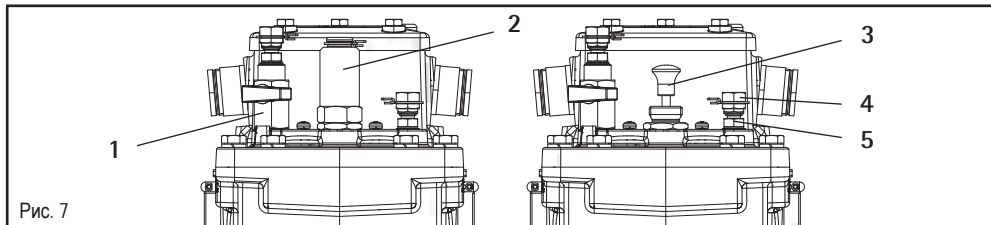

Рис. 7
С помощью рожкового гаечного ключа (размер 24) ослабить и отвинтить защитный колпачок (рис. 7/2). Повернуть влево до упора находящуюся под ней кнопку тестирования (рис. 7/3), в результате чего будет разблокирован мембранный затвор. Убедитесь в этом визуально, через смотровое окно.
- При помощи рожкового гаечного ключа (размер 24) ослабить и открутить гайку защитного колпачка (рис. 7/2).
- Находящуюся под ней кнопку тестирования (рис. 7/3) нажать вниз до упора и удерживать в нажатом состоянии. Оба поплавка должны опуститься. В результате срабатывания герконов на выходе клеммной коробки должны появиться соответствующие сигналы. Так же убедитесь в исправности каналов передачи сигналов реле!
Порядок действий такой же, как в п. 6.2. Кроме того, для разблокирования мембранного затвора после тестирования, повернуть кнопку тестирования (рис. 7/3) до упора влево. Проверьте визуально, через смотровое окно защитного реле.
1. Газы, которые, возможно, находятся внутри реле Бухгольца, выпустить через газоотборный клапан (рис. 7/1).
2. Свинтить колпачок со штуцера для проведения проверки работы пневмосистемы (рис. 7/4).
3. Соединить поставленный насос посредством адаптера M10x1 со штуцером для проведения проверки работы пневмосистемы (рис. 7/4).
5. После проверки функциональности установить поплавков снова в исходное положение, выпуская закачанный воздух через газоотборный клапан (рис. 7/1). Проверить это при помощи смотровых окошек.
Для этого потребуются газовый баллон с азотом (N2) или сжатый воздух, чтобы „толчкообразно“ подать в реле Бухгольца азот под давлением мин. 6,5 бар через штуцер для проведения проверки работы пневмосистемы (рис. 7/4) (открытие и закрытие клапана газового баллона на короткое время).
3. Соединить баллон для азота или сжатого воздуха посредством адаптера M10x1 со штуцером для проведения проверки работы пневмосистемы (рис. 7/4).
5. После проверки функциональности установить поплавки снова в исходное положение, выпуская закачанный воздух через газоотборный клапан (рис. 7/1). Проверить это при помощи смотровых окошек.
Если реле Бухгольца оснащено опциональной функцией сброса, то для деблокирования клапанного затвора повернуть влево до упора испытательную кнопку (рис. 7/3).